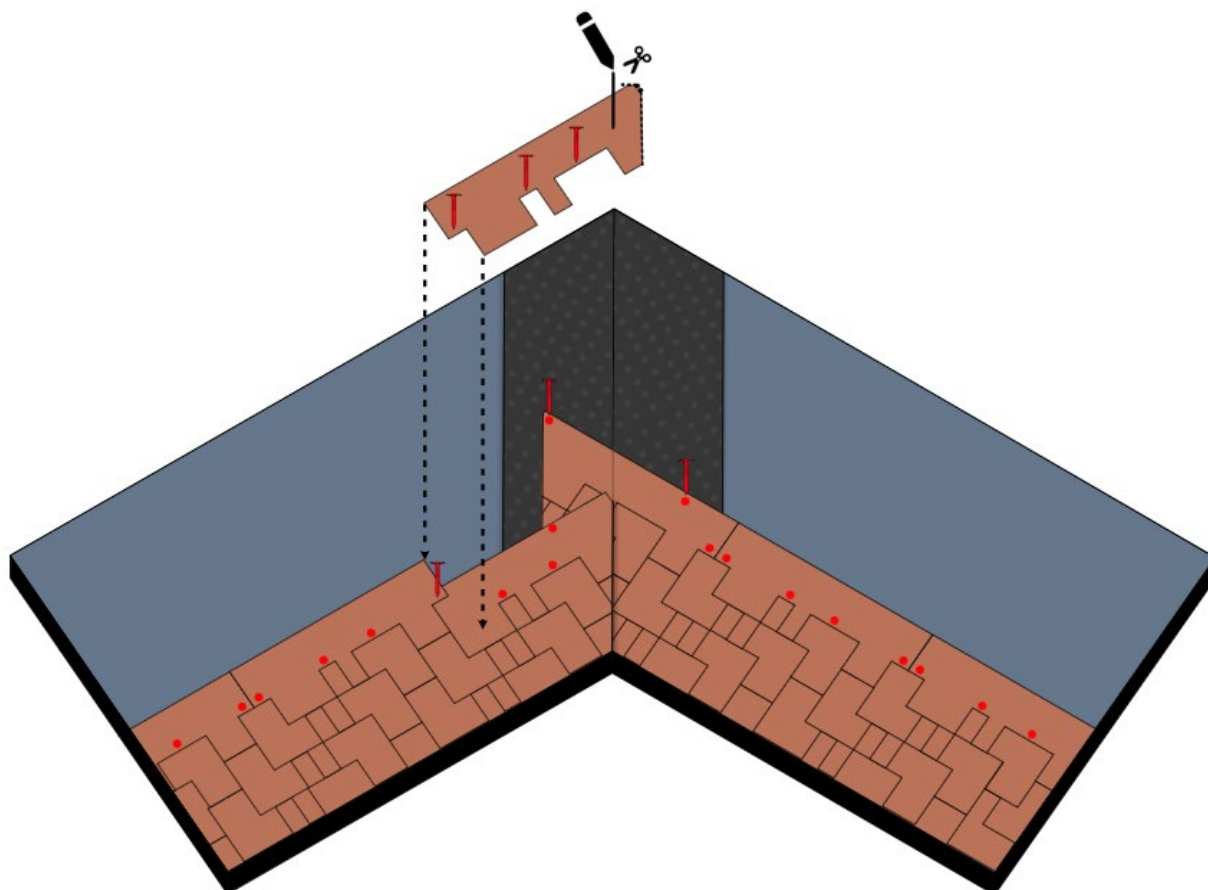

**Fig. 12 - Posa tegole sul compluvio**
- Per quanto riguarda i compluvi, predisporre preventivamente sulla mezzeria del compluvio una fascia di membrana bituminosa R-evolution N, per assicurare l'impermeabilizzazione dello stesso - Fig. 12. Posare la fila di partenza, facendola risalire di 30 cm oltre la linea di compluvio. Fissare la fila di partenza a chiodo, fino ed oltre 30 cm dalla linea di compluvio. Posizionare un cordolo di Bitustick per fissare la tegola oltre i 30 cm dalla linea di compluvio. Una volta posate le tegole sul compluvio, è buona norma tagliarle seguendo la parallela a 30 cm alla linea di compluvio - Fig. 12.